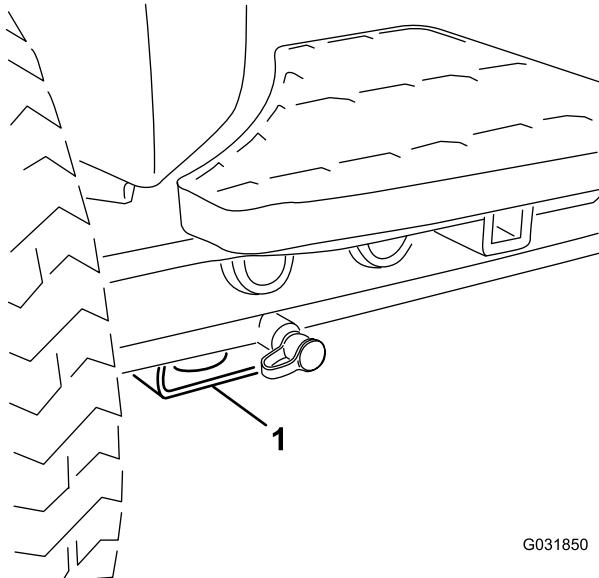

Figura 45
- **Danteira da máquina** – pastilha retangular, por baixo do tubo do eixo, dentro de cada pneu dianteiro (Figura 45).